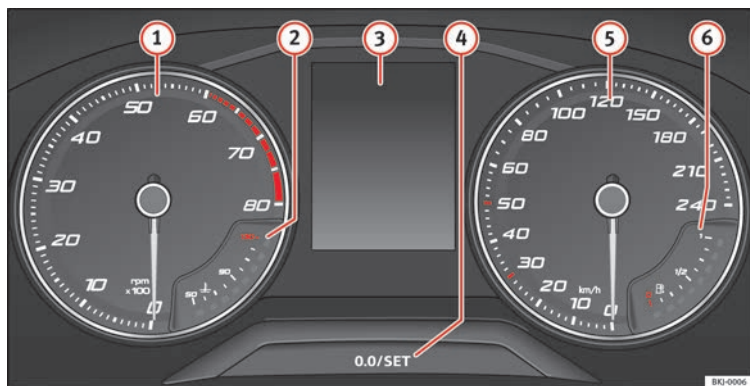

Fig. 125 Cuadro de instrumentos en el tablero de instrumentos.
» **fig. 125 ①**.
» **fig. 125 ①** sólo deberá alcanzar la zona roja durante un breve período de tiempo, de lo contrario corre el peligro de sufrir daños en el motor.
Al conectar el encendido, en la pantalla del cuadro de instrumentos » **fig. 125 ③** puede visualizarse información diversa, en función del equipamiento del vehículo:
- Pulse brevemente el botón » **fig. 125 ④** para restablecer el cuentakilómetros parcial a 0.
- Para ajustar la hora, mantenga pulsado el botón **» fig. 125 4** durante más de 3 segundos para seleccionar el indicador de horas o bien de minutos.
Mantenga pulsado el botón **» fig. 125 4** durante más de 15 segundos para visualizar las letras distintivas del motor (MKB) del vehículo. Para ello, el encendido debe estar conectado y el motor apagado.